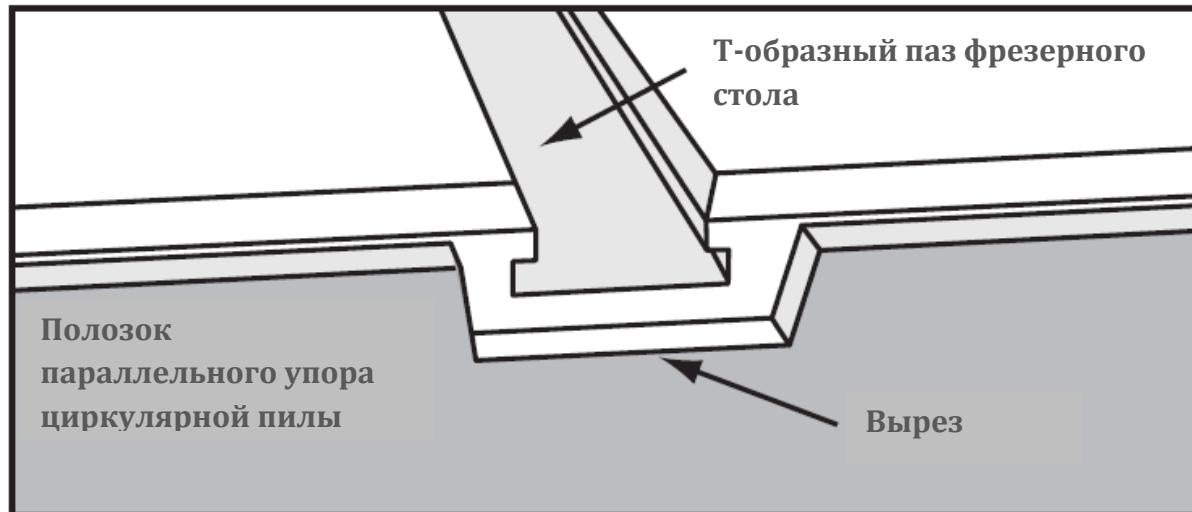

Рис. 4. Пример модификации бруса направляющей планки
5. При наличии длинных полозьев параллельного упора циркулярной пилы, которые выходят за пределы Т-образных пазов фрезерного стола, необходимо модифицировать верхнюю часть полозьев. Это влечёт за собой изготовление вырезов, которые соответствуют размерам Т-образных пазов фрезерного стола или выходят за пределы этих размеров, как показано на **рис. 4.**